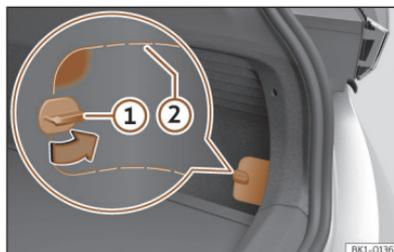

Fig. 72 En la parte derecha inferior del guarnecido del maletero: cubierta con líneas de corte.
- Gire 90° el cierre de la cubierta >>> fig. 72 ①.
- Presione la superficie hacia dentro por encima del cierre >>> **fig. 72** (zona remarcada).
- Introduzca la mano por la abertura y despegue la cubierta tirando de ella. Dado el caso, aplique un objeto adecuado por las líneas de corte >>> **fig. 72** ②.